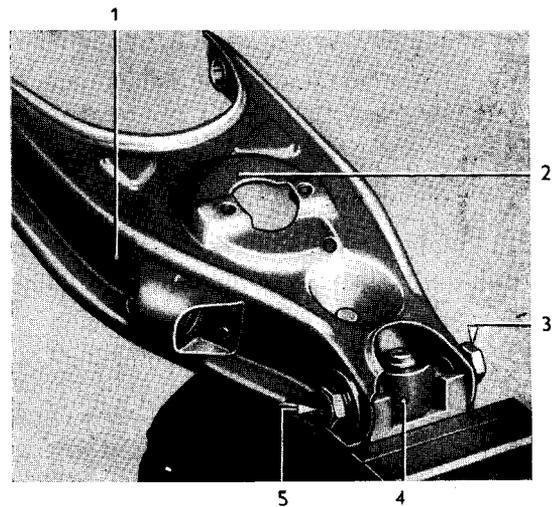

Bild 50 – Lenker mit Querstück auf Vorspannstück aufgesetzt
2. Lenker (50/2) mit Querstück (50/4) auf Lenker-Vorspannstück gemäß Bild 50 aufsetzen.